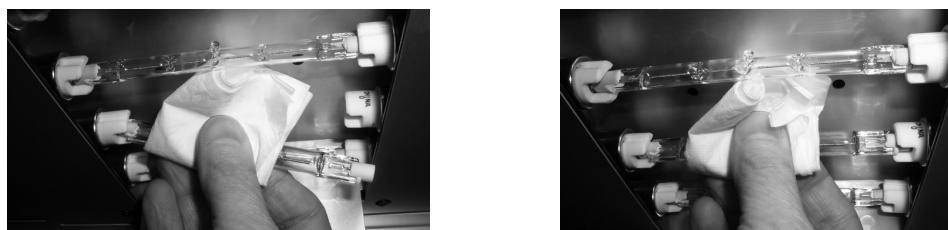

図 14：ランプ交換
4. 指とランプの間にレンズ拭き等を挟み、交換用ランプの片端をソケットに挿入します。（図 14 参照）
5. もう一方の端をもう一つのソケットに挿入し、ランプを離します。（図 14 参照）